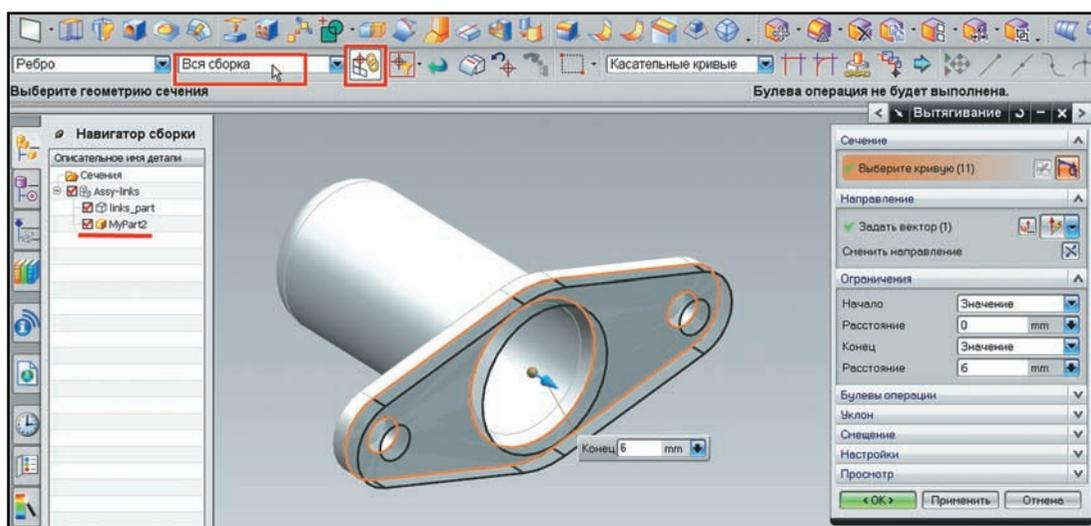

Рисунок 4.8. Автоматическое создание связи
- В инструментальной панели выбора в выпадающем списке **Область выбора (Selection Scope)** установите значение **Вся сборка (Entire Assembly)** – это позволит выбирать геометрию в других компонентах. И нажмите кнопку **Создать связи между деталями (Create Inetpart Link)**, чтобы включить режим автоматической привязки к геометрии других компонентов. После этого выберите кромки торцевой грани детали исходного компонента и нажмите **ОК** в диалоге. Переключитесь в **Навигатор модели**. Система автоматически создала объект, содержащий кривые с позиционно зависимой связью, и использовала его для построения элемента вытягивания (рис. 4.8).